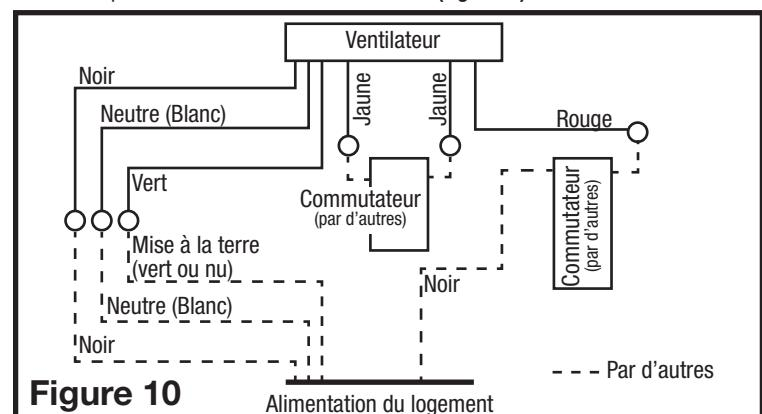

Figure 10
4. Pour les ventilateurs à deux vitesses, raccordés pour une ventilation continue, connectez le fil blanc du ventilateur au fil blanc (neutre) de la source d'alimentation. Connectez le fil de terre de la maison au fil vert du boîtier du ventilateur. Connectez le fil noir du ventilateur au fil noir (chaud) de la source d'alimentation. Le ventilateur fonctionnera à faible vitesse, en continu, et augmentera à haute vitesse sur une hausse de l'humidité. Utilisant un interrupteur correctement mis à la terre, connectez 1 fil jaune de chaque côté de l'interrupteur. Fermer l'interrupteur changera la vitesse de normale à haute vitesse. Utilisez un interrupteur à standard, correctement mis à terre (non inclus) pour relier le fil noir de la source d'alimentation de l'interrupteur. Connectez le fil rouge (lumière) du boîtier du ventilateur à l'autre côté de l'interrupteur. Un interrupteur à commande manuelle (non inclus) peut être utilisé pour éteindre manuellement le ventilateur (**Figure 10**).